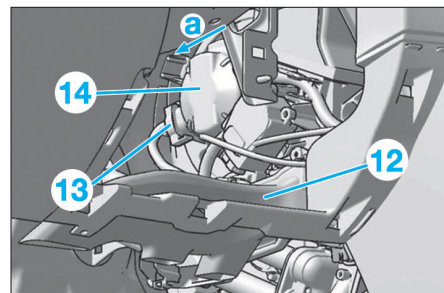

FIG. 14
- Déposer l'axe de fixation et son écrou (10) de la colonne de direction, puis dégager celle dernière (11).
- Déposer la buse d'aération (12), puis débrancher le connecteur (13) (Fig.14).